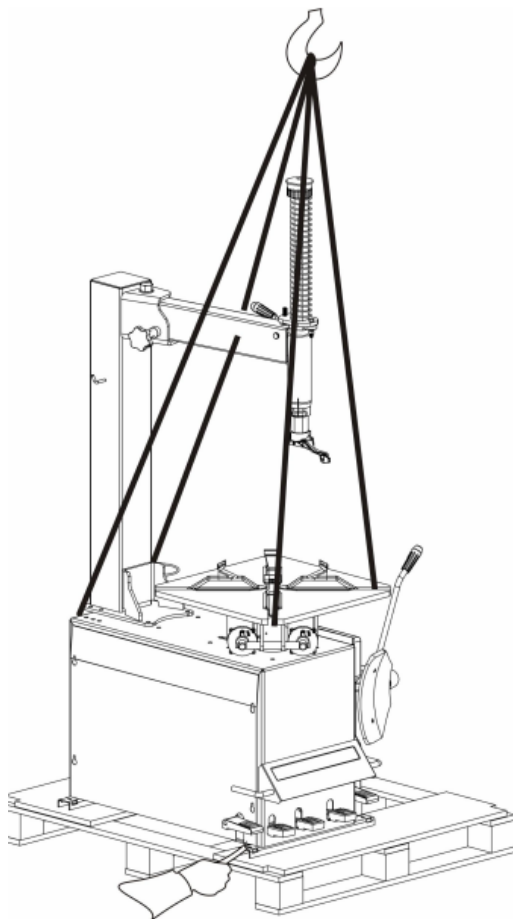

Abb.7
- Entfernen Sie die Schrauben mit einem Schraubenschlüssel (siehe Abb.7). Verwenden Sie einen Hebezug, um die Maschine anzuheben, bewegen Sie die Palette und positionieren Sie die Maschine.